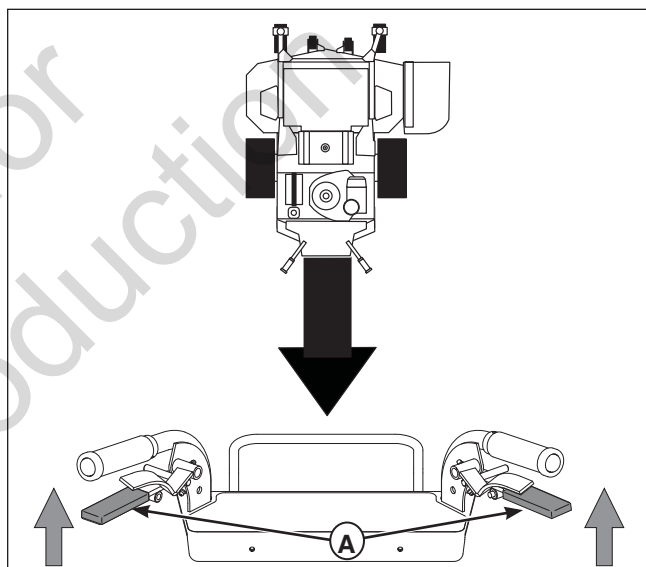

Figura 4. Spostamento indietro
MARCIA INDIETRO (vedere Figura 4)
2. Stringere delicatamente le leve di comando di sterzata e retromarcia (A, Figura 4) in modo uguale, sino a quando non si ottiene la velocità desiderata.